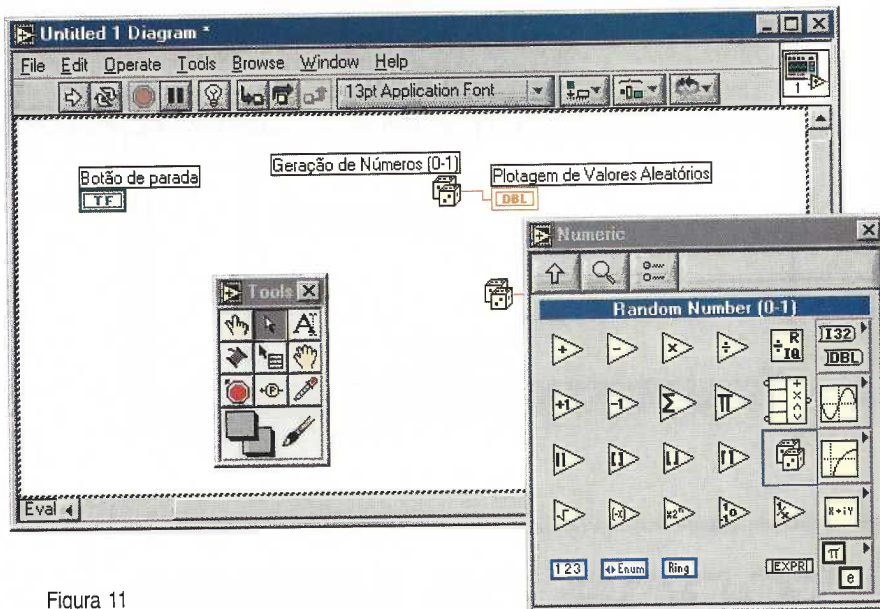

Figura 11
**Functions->Numeric->Random Number (0-1).** Clique sobre este objeto e arraste-o para o diagrama de blocos, localizando-o próximo ao terminal correspondente ao gráfico "Plotagem de Valores Aleatórios". Isso deverá ser feito para que o LabVIEW conecte automaticamente os dois objetos através de um fio (ver figura 11).